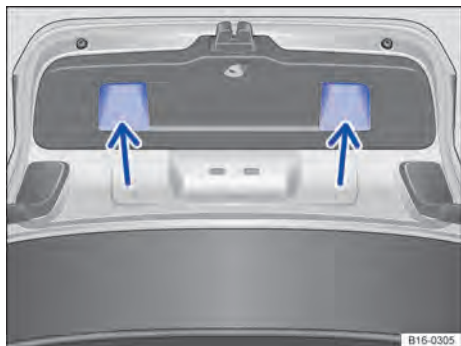

Fig. 51 Tampa do compartimento de bagagem aberta: rebaios para puxar.
- Segurar um dos rebaios do revestimento interno da tampa do compartimento de bagagem ⇒ Fig. 51 (setas).